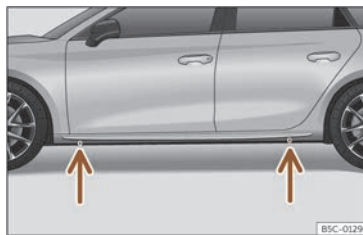

Fig. 244 Points de prise du cric.
- Recherchez sur le bas de caisse la marque du point d'appui du cric (zone renforcée) le plus proche de la roue à changer >>> **fig. 244.**